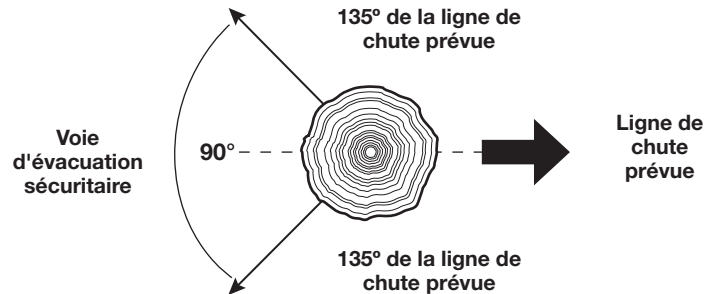

Fig. 15
- Déterminez une voie d'évacuation sûre et rapide. Dégagez la zone autour de l'arbre et assurez-vous qu'il n'y ait aucun obstacle bloquant la voie d'évacuation. Mettez en place un corridor d'évacuation de 90°, à environ 135° de la ligne de chute (Fig. 15).